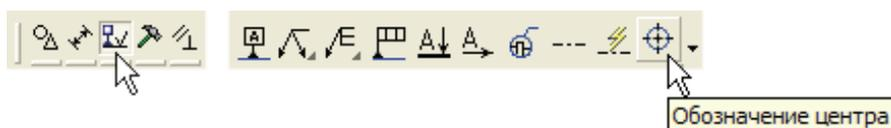

Рис. 8.31
- Нажмите кнопку **Обозначение центра** на инструментальной панели **Обозначения** (рис. 8.31).